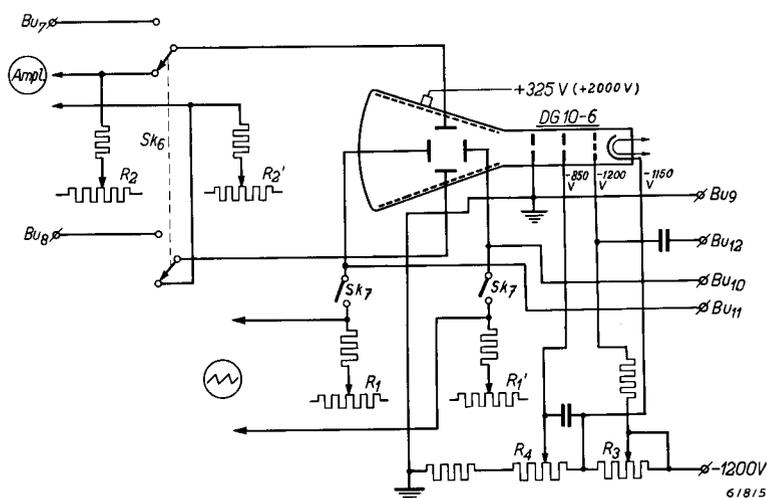

Fig. 1. Kathodenstrahlröhre
a. Kathodenstrahlröhre (s. Fig. 1)
Spannungsteiler und Kathodenstrahlröhre sind in Fig. 1 ersichtlich. Die Kathodenspannung liegt fest, die Spannung des Wehneltzylinders kann mittels R_3 eingestellt werden (Helligkeitsregelung). Ferner sieht man in der Figur die Fokussierung (R_4), die Waagerechteinstellung (R_1 - R_1') und die Senkrechteinstellung (R_2 - R_2').